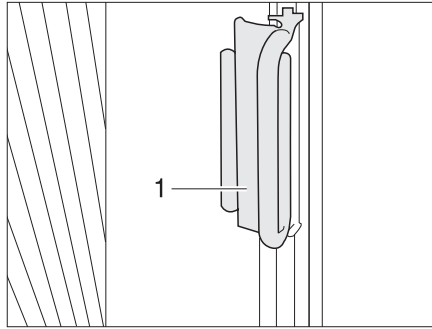

Fig. 11 Tirador de estor plegable ventana del conductor/acompañante
- Empujar los estores plegables de la ventana del conductor y la ventana del acompañante con el tirador (Fig. 11,1) a la pieza sobrepuesta. El estor plegable está asegurado.